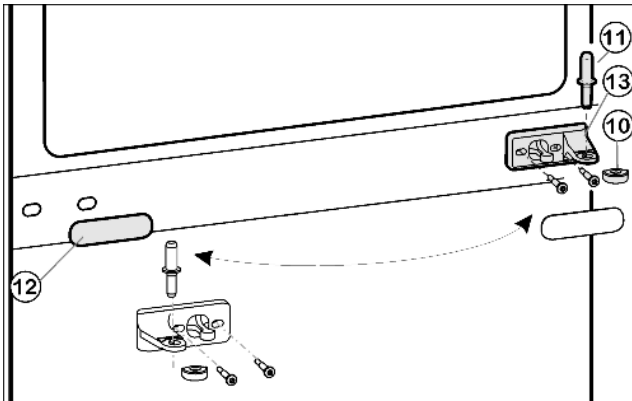
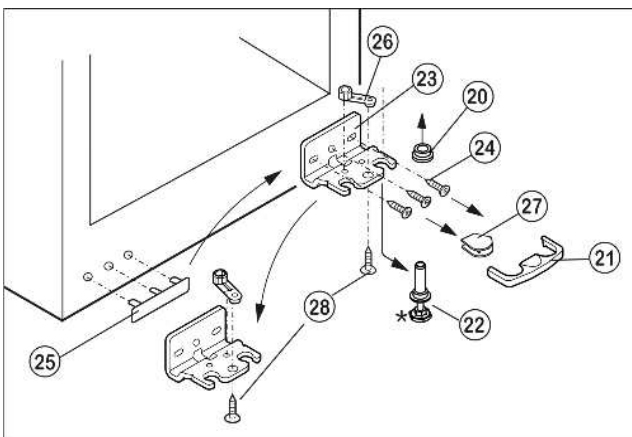

Fig. 5
Fig. 6
- ▶ Вытащите из опорного кронштейна и нижней дверцы средний опорный палец Fig. 5 (11).
- ▶ Пластмассовый колпачок Fig. 5 (10) снимите.
- ▶ Снимите средний опорный кронштейн Fig. 5 (13).
- ▶ Осторожно снимите накладку Fig. 5 (12).
- ▶ Открутите средний кронштейн Fig. 5 (13) и прикрутите его с поворотом на 180° на новую сторону шарнира с усилием мин. 4 Нм.
- ▶ Защелкните накладку Fig. 5 (12), повернув на 180°, на стороне, где теперь будет ручка.
- ▶ Предохранитель Fig. 6 (21) снимите движением вперед.
- ▶ Снимите крышку Fig. 6 (27).*
- ▶ Полностью вверните регулируемую опору Fig. 6 (22).
- ▶ Вытяните опорный палец Fig. 6 (22) вниз и вперед. При этом следите за гнездом шарнира Fig. 6 (20).
- ▶ Открутите опорный кронштейн Fig. 6 (23) (3 шт. Torx 25) Fig. 6 (24).
- ▶ Открутите опорную деталь Fig. 6 (26) (1 Torx 25) Fig. 6 (28) и, переставив в отверстие на противоположной стороне опорного кронштейна, снова прикрутите.
- ▶ Осторожно приподнимите и переставьте крышку Fig. 6 (25) со стороны ручки.
- ▶ Снова прикрутите нижний опорный кронштейн Fig. 6 (23) на новой стороне шарнира при необходимости с помощью аккумуляторного шуруповерта с усилием мин. 4 Нм.
- ▶ Установите крышку Fig. 6 (27) на противоположной стороне.*
- ▶ Предохранитель (21) нужно зафиксировать сбоку на кронштейне, чтобы опорный палец и двери были защищены от выпадения.
- ▶ Снова защелкните предохранитель (21) на опорном кронштейне.
- ▶ Наденьте гнездо шарнира Fig. 6 (20).
- ▶ Установите нижнюю дверцу сверху на нижний опорный палец Fig. 6 (22).
- ▶ Снова наденьте пластмассовый колпачок *Fig. 5 (10)* на средний опорный кронштейн *Fig. 5 (13)*.
- ▶ Вставьте средний опорный палец *Fig. 5 (11)* на новой стороне шарнира через средний опорный кронштейн *Fig. 5 (13)* в нижнюю дверцу.
- ▶ Установите верхнюю дверцу на средний опорный палец *Fig. 5 (11)*.
- ▶ При необходимости выровняйте дверцы через два продольных паза в нижнем опорном кронштейне *Fig. 6 (23)* и среднем опорном кронштейне *Fig. 5 (13)* параллельно корпусу устройства. Для этого выкрутите средний винт на нижнем опорном кронштейне *Fig. 6 (23)*.